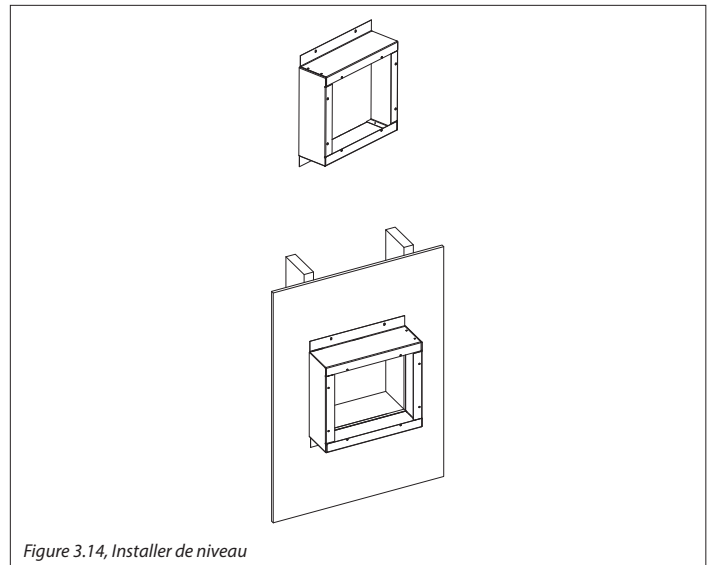

Figure 3.14, Installer de niveau
2. Vissez deux des vis à bois fournies dans les extrémités opposées des deux brides externes. Ceci fixera la boîte d'extension du KPV-FEK au bâtiment et permettra de l'installer bien d'équerre. Figure 3.14. Calfeutrez tous les coins, joints et lignes de pliage avec du scellant à base de silicone (ayant une résistance minimale de 300°F en exposition continue). Vérifiez que tous les trous et fentes sont remplis pour former une enveloppe scellée étanche.